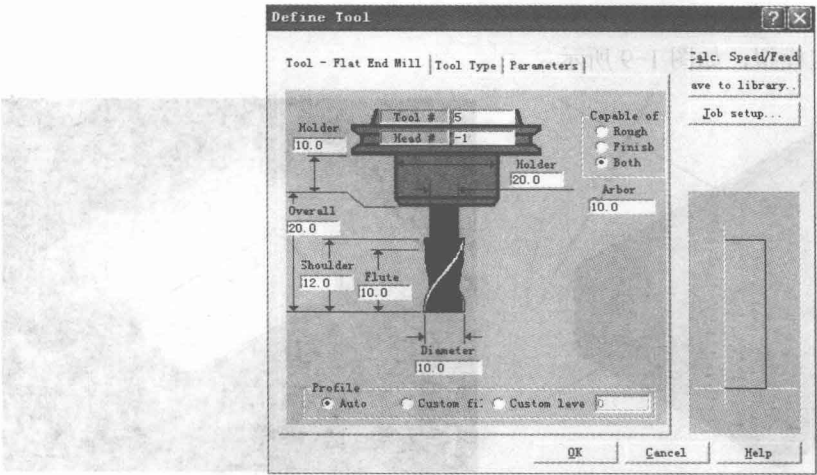
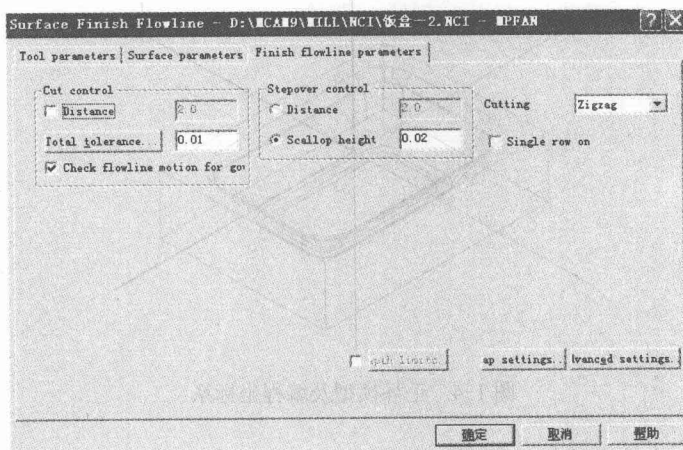

图 1-5 刀具参数的设置
图 1-7 加工参数设置 2
4) 设置刀具和加工工艺参数, 如图 1-5~图 1-7 所示。